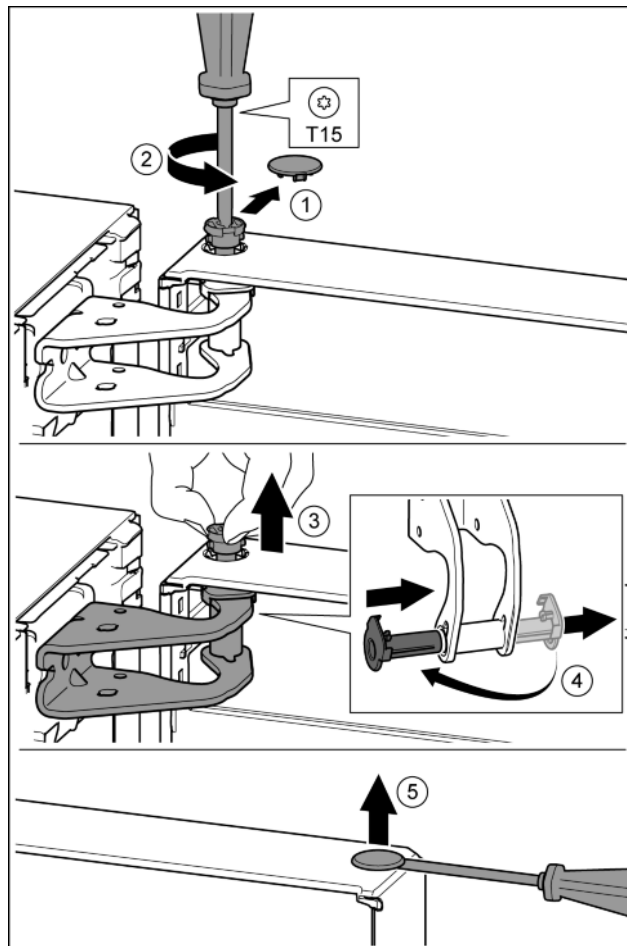

Fig. 12
- ▶ Обережно зніміть запобіжну кришку. Fig. 12 (1)
- ▶ Трохи викрутіть гвинт за допомогою викрутки T15. Fig. 12 (2)
- ▶ Притримуйте дверцята і витягніть палець руками. Fig. 12 (3)
- ▶ Витягніть із прямої опорної втулки. Встановіть і зафіксуйте з іншого боку. Fig. 12 (4)
- ▶ За допомогою шлицевої викрутки обережно підійміть пробку із опорного втулка дверцят та витягніть її. Fig. 12 (5)